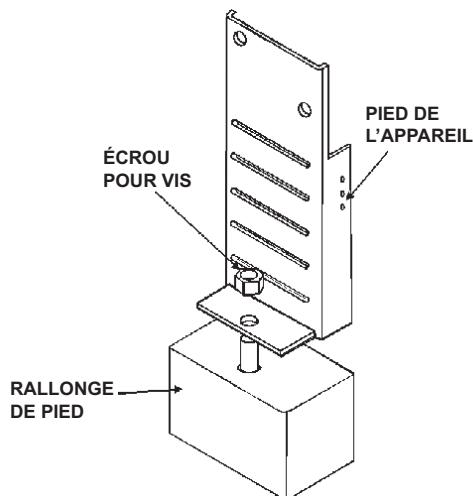

Figure 7. Rallonge de pied
4. L'avant du pied et l'avant de la rallonge de pied doivent être alignés comme illustré à la **Figure 7** pour assurer une bonne répartition du poids de l'appareil à travers la rallonge de pied.